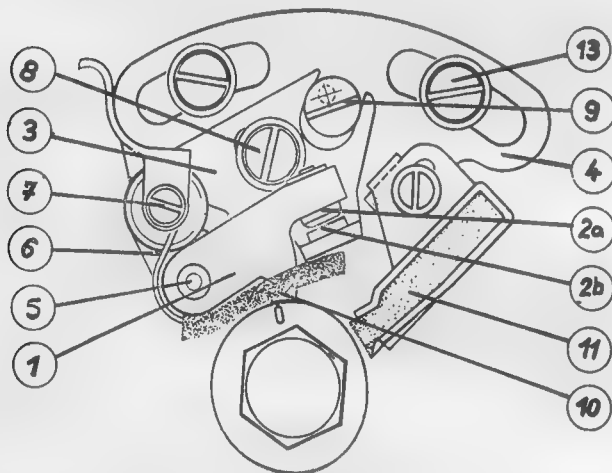

Bild 78. Unterbrecher
Der Aufbau des Unterbrechers ist aus Bild 78 ersichtlich.
Bevor mit dem Einstellen begonnen wird, ist es notwendig, die Unterbrecherkontakte einer Kontrolle zu unterziehen. Dazu werden die Kontakte am besten ausgebaut (siehe Bild 78). Die Schraube (7) wird herausgedreht, die Stromschiene nach oben gedrückt, die Befestigungsschraube (8) entfernt und die Unterbrechergrundplatte mit Unterbrecher abgehoben. Sind auf den Kontaktflächen kleine Brandstellen zu erkennen, können diese mit einer feinen Schmirgel-feile gesäubert werden. Bei starkem Abbrand der Kontakte muß die Unterbrechergrundplatte mit Unterbrecher ausgewechselt werden.
Leuchtet die Prüflampe zu zeitig (z. B. zwischen den Skalenwerten 4 und 3) auf, dann öffnen die Unterbrecherkontakte zu zeitig und die Verstellplatte (4) muß nach dem Lösen der Befestigungsschrauben (13) in Drehrichtung nach rechts verschoben werden. Leuchtet die Prüflampe nach dem Skalenwert 3 (z. B. am Skalenwert 2) auf, dann öffnen die Unterbrecherkontakte zu spät und die Verstellplatte (4) muß entgegen der Drehrichtung nach links verschoben werden (siehe dazu Bild 78).